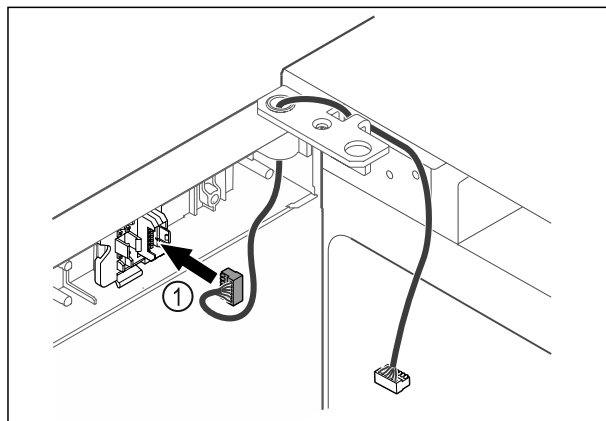

Fig. 48
- Aseta pistoke Fig. 48 (1) pistokkeenpitimeen.